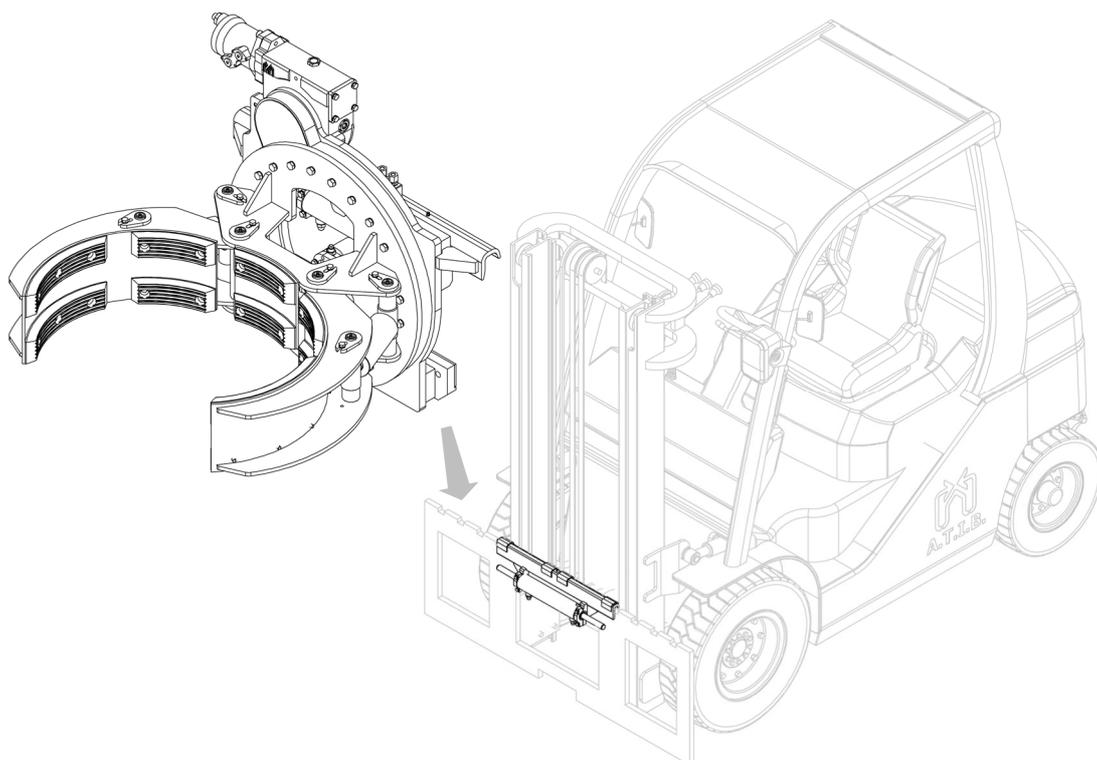

Figure 8
7. Avec un pont roulant ou un palan d'une portée suffisante, positionner l'équipement sur le double crochet, en prenant soin de le positionner correctement (voir Figure 8).